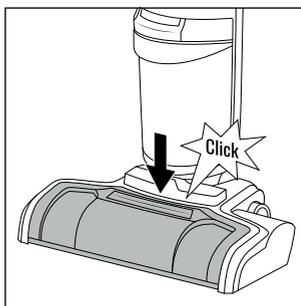

Rys. 40
- ◆ Następnie wciśnij uchwyt po lewej stronie wałka szczotkowego **6** w otwór po lewej stronie podstawy **3**, aż wałek szczotkowy **6** zatrzaśnie się słyszalnie (patrz rys. 40).